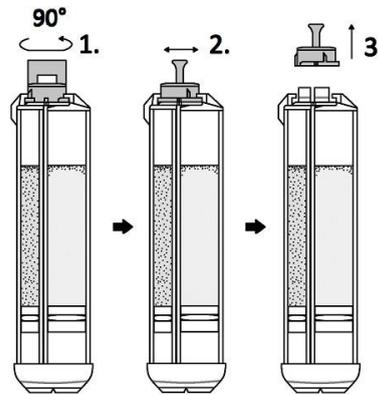

Fig. 3
3. Tenez fermement la seringue avec la pointe vers le haut, tournez le capuchon de 90° dans le sens inverse des aiguilles d'une montre et retirez le capuchon avec un mouvement de balancement latéral (fig. 3).